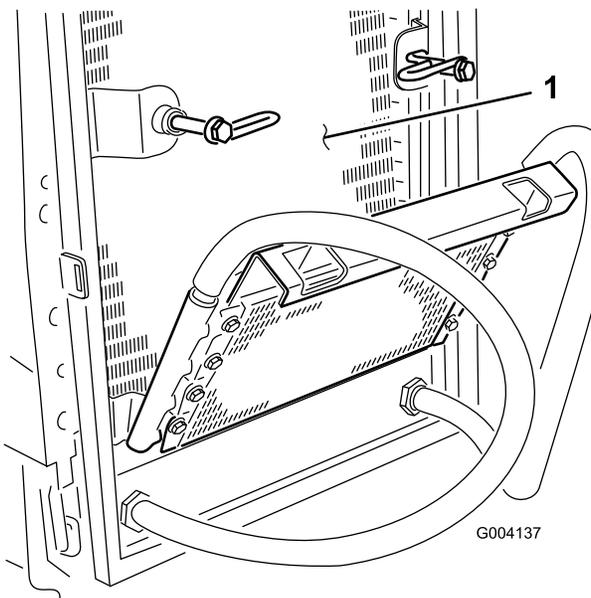

Рисунок 67
6. Тщательно очистите обе стороны маслоохладителя и радиатора (Рисунок 67) сжатым воздухом.